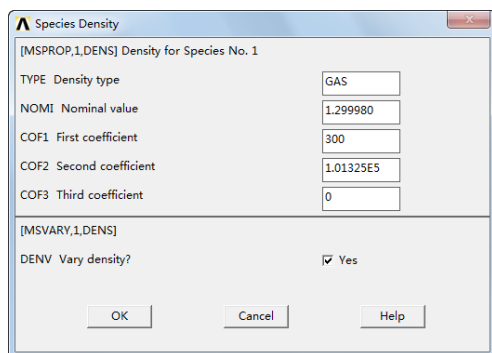

图 10-83 “Species Density” 对话框
⑪单击“OK”按钮会弹出“Species Density”对话框，如图 10-83 所示，在“TYPE Density type”输入框输入 GAS，在“NOMI Nominal value”输入框输入 1.2998，在“COF1 First coefficient”输入框输入 300，在“COF2 Second coefficient”输入框输入 1.01325e5，单击“DENV Vary density?”后的方框，使“No”状态变为“Yes”。
30 单击“OK”按钮会弹出“Species Density”对话框，如图 10-83 所示，在“TYPE Density type”输入框输入 DENS，在“NOMI Nominal value”输入框输入 GAS，在“COF1 First coefficient”输入框输入 1.1381，在“COF2 Second coefficient”输入框输入 300，在“COF3 Third coefficient”输入框输入 1.01325e5，单击“DENV Vary density?”后的方框，使“No”状态变为“Yes”。
④⑤单击“OK”按钮会弹出“Species Density”对话框,如图 10-83 所示,在“TYPE Density type”输入框输入 DENS,在“NOMI Nominal value”输入框输入 GAS,在“COF1 First coefficient”输入框输入 0.0819,在“COF2 Second coefficient”输入框输入 300,在“COF3 Third coefficient”输入框输入 $1.01325\text{e}5$,单击“DENV Vary density?”后的方框,使“No”状态变为“Yes”。